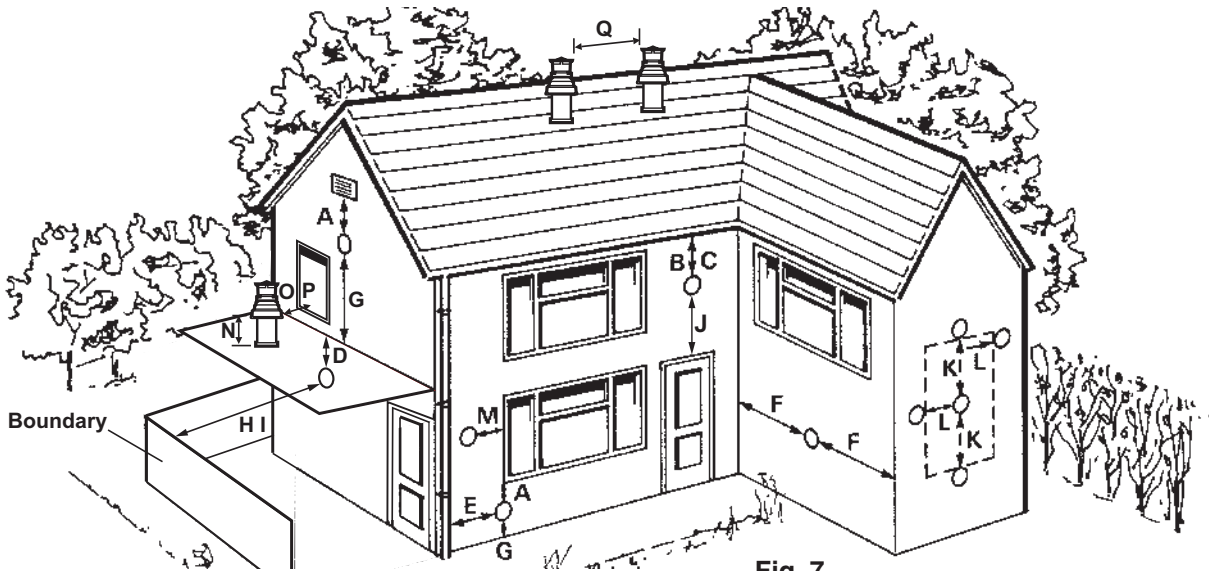

Fig. 7
3.5 FLUE TERMINAL LOCATION - Fig. 7